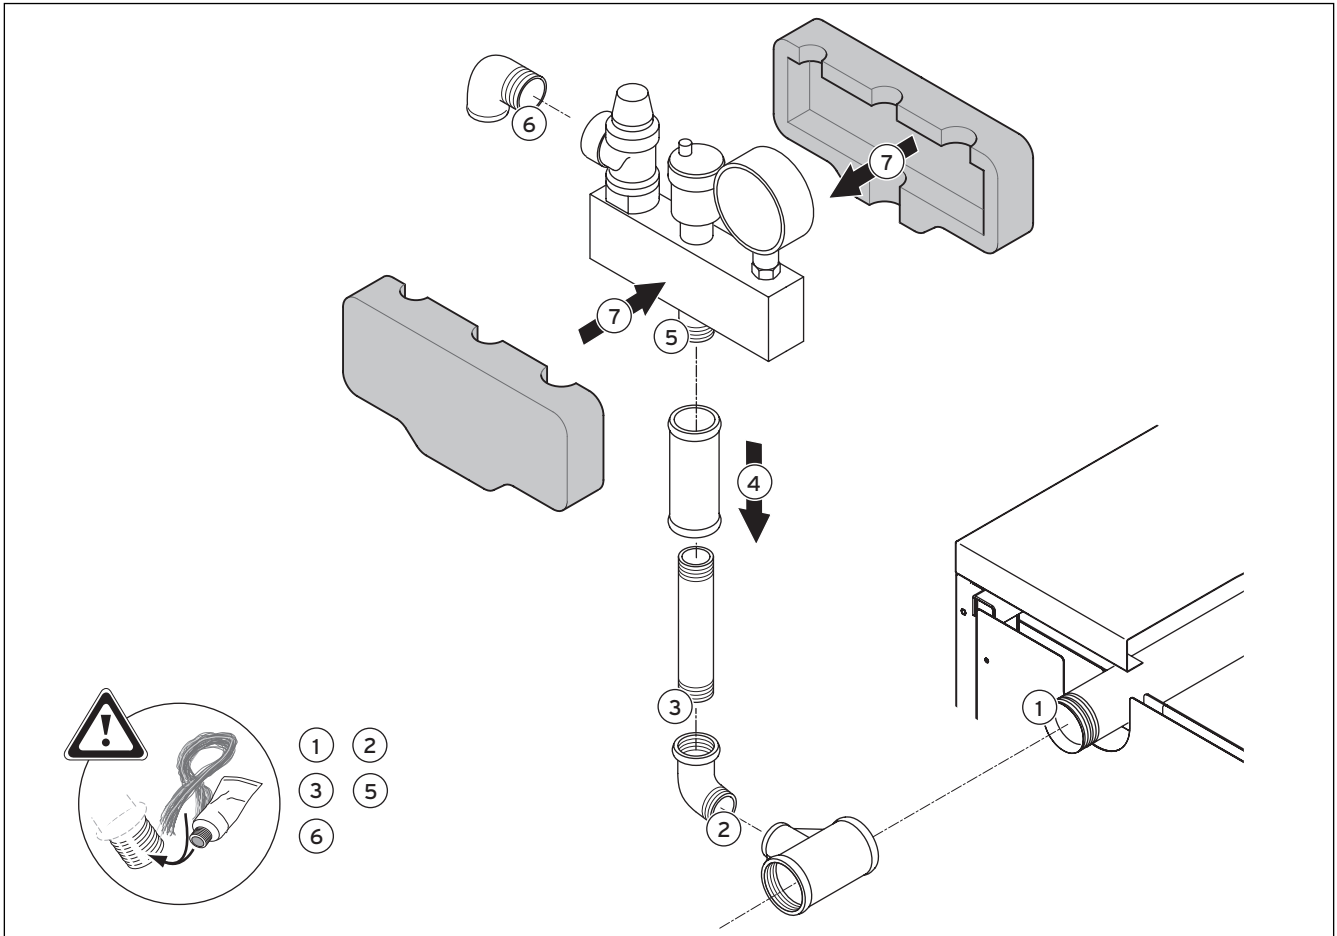

Abb. 4.1 Montage der Sicherheitsgruppe
- Montieren Sie die Kessel-Sicherheitsgruppe wie in Abb. 4.1 dargestellt.